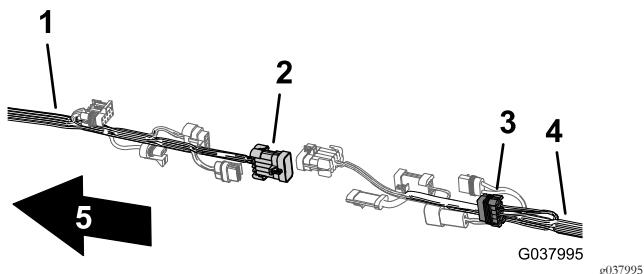

图110
6. 把用于打药车线束互连的前线束 10 针接头连接至用于打药车线束互连的后线束 10 插槽接头 图110。